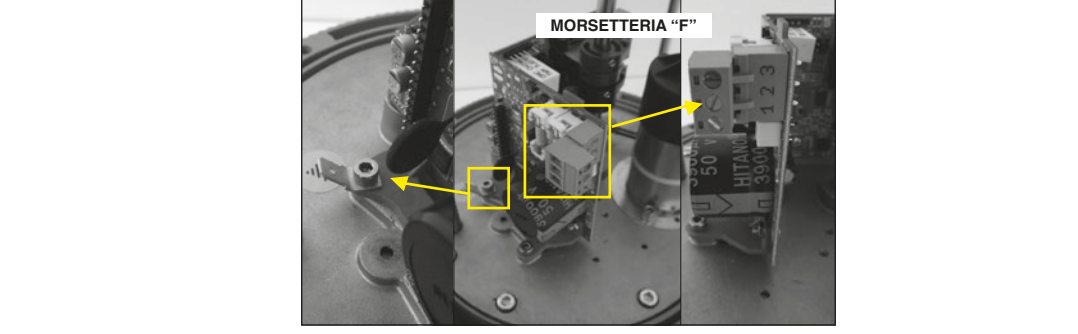
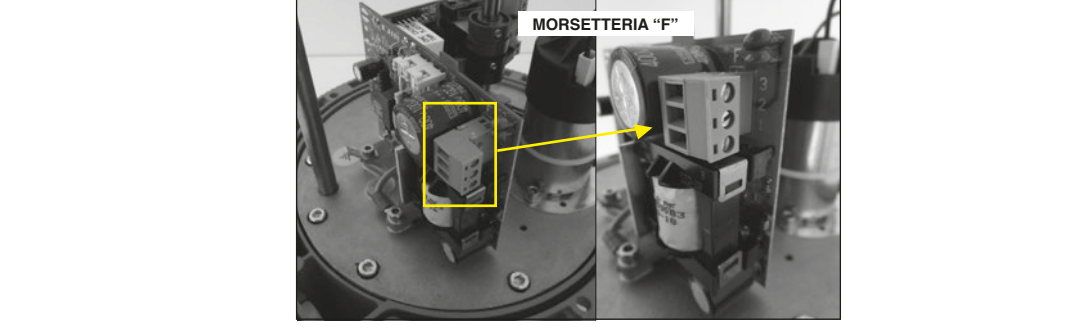

Fig.2 Scheda alimentazione bassa tensione e particolare del morsetto "F"
Fig.3 Scheda elettronica di alimentazione ad alta tensione e particolare della morsetteria "F"
Lo schema elettrico da seguire per il corretto cablaggio degli attuatori è riportato nel Paragrafo 10.0 ed è presente anche come etichetta all'interno della custodia. Osservare i valori massimi ammissibili di corrente / tensione. La morsetteria "F" nei modelli con alimentazione 100-240Vac è mostrata in Fig.3, nei modelli 12Vac/dc e 24Vac/dc in Fig.2. I cavi che attraversano i connettori devono essere della misura adeguata.
**ATTENZIONE:** la connessione di messa a terra è obbligatoria (vedi faston Fig.2)